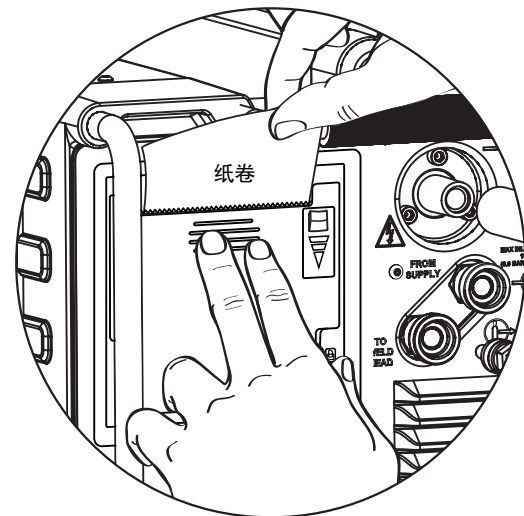

图 54—关闭打印机盖
5. 当关闭打印机盖时，用两根手指按纸下面的中央位置。这样可确保打印机盖完全关闭(图 54)。